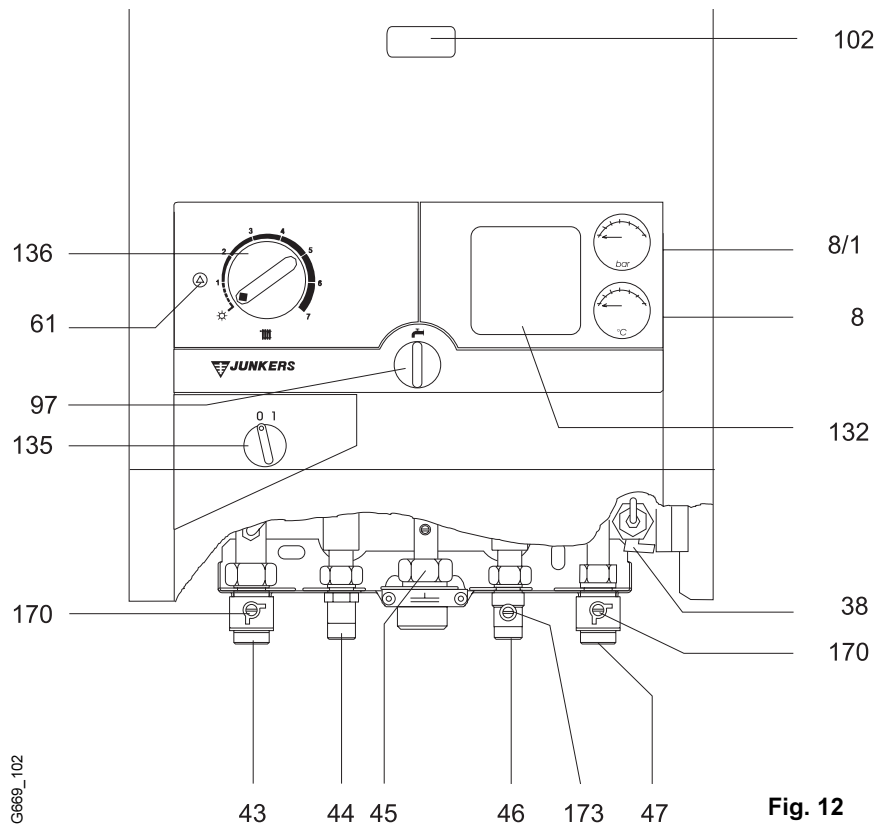

Fig. 12
Controlar el tiro de salida con un depresímetro. Comprobar si el selector de temperatura (pos. 136, fig. 12) desconecta el gas al quemador a la temperatura máxima ajustada.
Si ocurre alguna avería durante el funcionamiento de la caldera, el LED (pos. 61, fig. 12) parpadeará con una frecuencia según el código de avería. La caldera solo volverá a funcionar si el usuario presiona el botón de desbloqueo (pos. 61, fig. 12) y la causa de la avería ha sido eliminada.
Se informará al cliente el rellenado y purgado de la instalación, así como el control de la presión de agua en el manómetro (pos. 8/1, fig. 12) (Preparación para la puesta en marcha de la instalación, pag. 15).
Comprobar las llamas del quemador por el orificio de control (pos. 102, fig. 12).
Cerrar la llave de paso de agua fría (pos. 173, fig. 12).
Llaves de corte de calefacción (pos.170, fig. 12)
Llave de entrada agua fría (pos. 173, fig. 12)
Llenar la instalación hasta aprox. 1,5 bar, abriendo la llave de llenado (pos. 38, fig. 12).